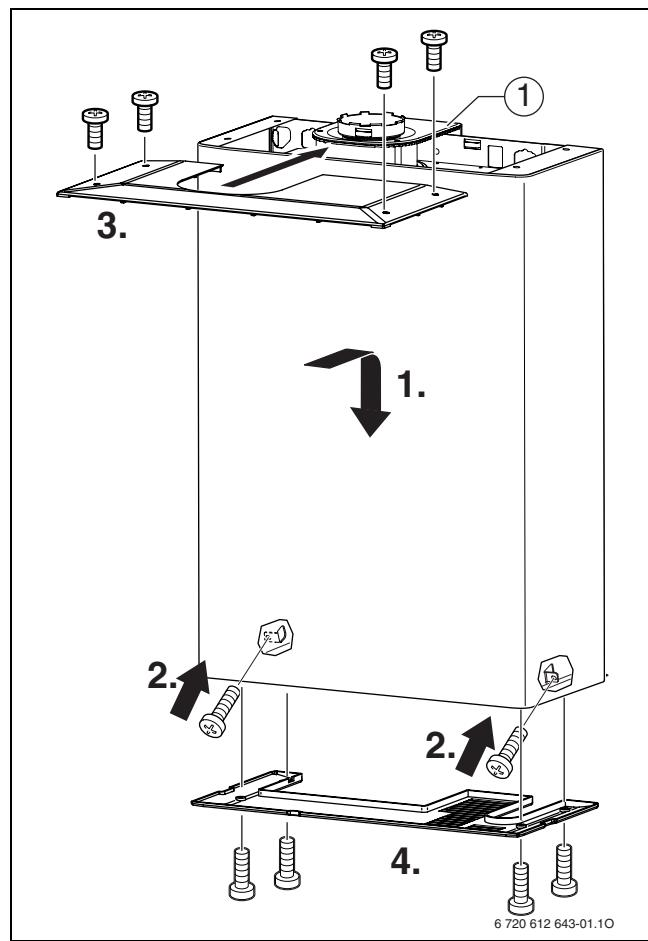

Fig. 2
- Agganciare il mantello in alto nell'apparecchio e abbassarlo (Pos. 1, Fig. 2).
- Fissare il mantello frontale con le due viti di sicurezza (Pos. 2, Fig. 2) che sono state rimosse durante lo smontaggio.
- Introdurre la copertura superiore dalla parte anteriore (Pos. 3, Fig. 2) nelle fessure dell'adattatore per gli accessori di scarico fumi (Pos. 1, Fig. 2).
- Fissare la copertura superiore con le 4 viti in dotazione (Pos. 3, Fig. 2).
- Fissare la copertura inferiore con le 4 viti in dotazione (Pos. 4, Fig. 2).